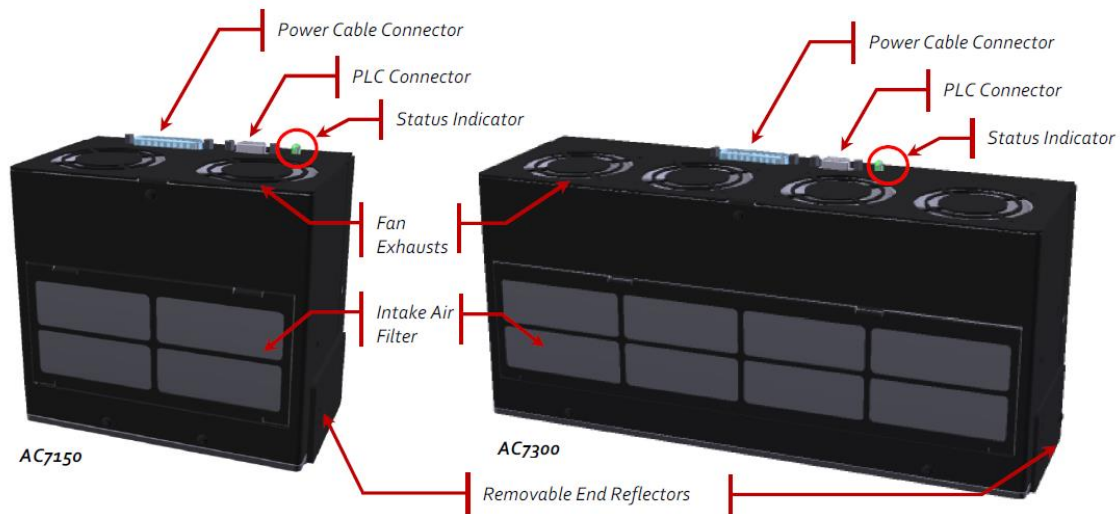

Abbildung 4 Anschlüsse UV-LED-Kopf (zusätzliche Merkmale hervorgehoben)
3. Verbinden Sie das Steckerende des HD15-Kabels mit dem UV-LED-Kopf (siehe Abbildung 4).